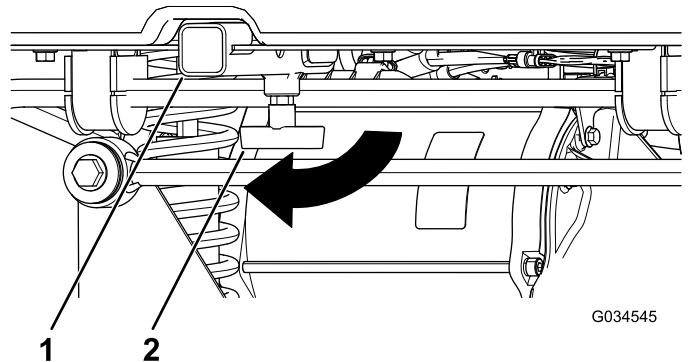

Figura 20
1. Slăbiți mânerul „T” prin rotirea acestuia în sensul acelor de ceasornic (Figura 20).
2. Introduceți accesoriul în receptor până când orificiile se aliniază (Figura 20).